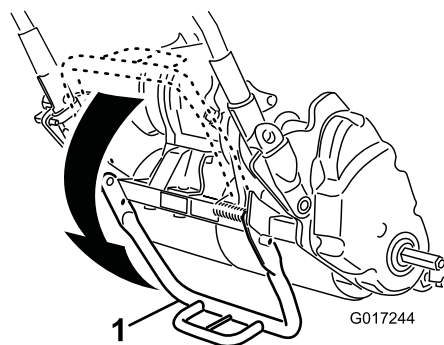

Рисунок 18
1. Ногой отожмите вниз среднюю часть откидной опоры и вытяните вверх опору рукоятки, чтобы откидная опора выдвинулась вперед относительно своего центрального положения (Рисунок 18).